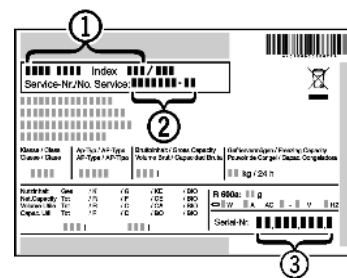

Fig. 10
- ▶ Прочетете от идентификационната табелка описанието на уреда Fig. 10 (1), сервизния № Fig. 10 (2) и серийния № Fig. 10 (3). Идентификационната табелка се намира на лявата вътрешна стена на уреда.
- ▶ Обадете се на сервизната служба и посочете неизправността на уреда Fig. 10 (1), сервизния № Fig. 10 (2) и серийния № Fig. 10 (3).